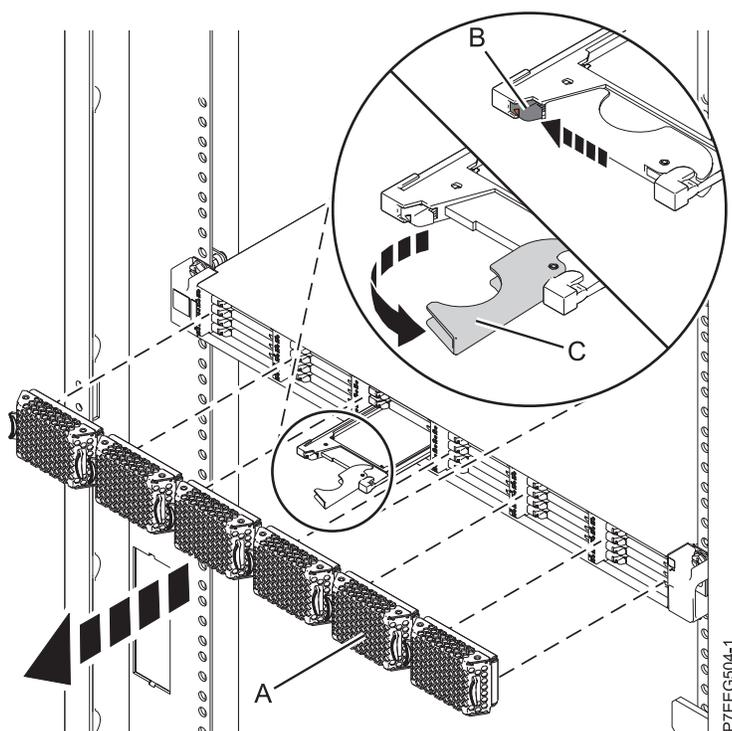

Figure 25. Retrait de l'unité SSD du Boîtier de stockage PCIe 58/88
1. Retirez le panneau (A) qui couvre l'emplacement contenant l'unité SSD. Pour plus d'informations, voir figure 25, à la page 44.
2. Poussez doucement le taquet de déverrouillage (B) pour déverrouiller la poignée de l'unité.
3. Saisissez la poignée (C) et tirez partiellement l'unité hors de l'emplacement.